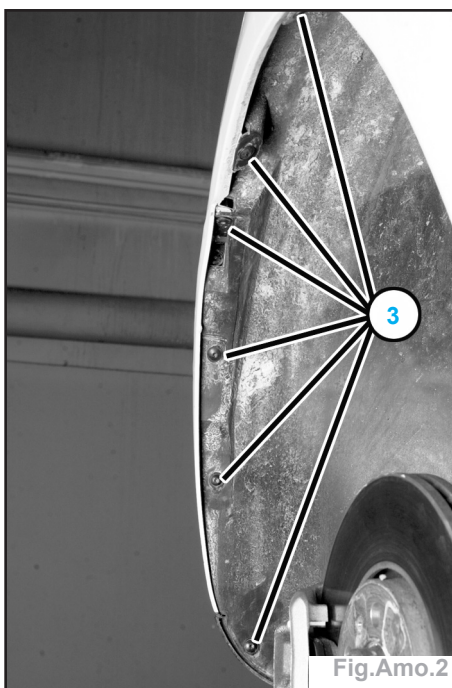

Fig.Amo.2
- les 6 vis torx (3) sur le passage de roue G et D (Fig.Amo.2),